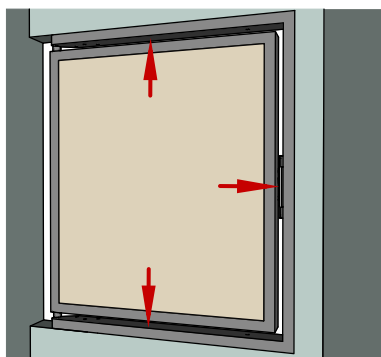

Рис. 9
- 1) Прижмите люк вплотную к проёму сверху, внизу и со стороны замка (Рис.9). (Если люк будет располагаться вплотную к проёму со стороны петель, то люк не откроется из-за соприкосновения плиток друг об друга сразу же при попытке открывания, даже если мы подточим край соседней плитки под 45 градусов).